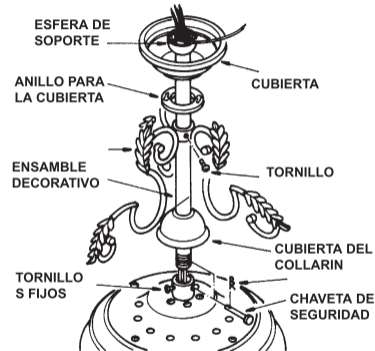

Fig.9
Paso 5. Meta cuidadosamente los alambres del ventilador a través del tubo de montaje. Atornille el tubo de montaje sobre la conexión hasta que los agujeros del tubo de soporte y el collarín queden alineados. Reinstale la chaveta y la chaveta de seguridad. Apriete bien los tornillos fijos. Deslice la cubierta del collarín, ensamble decorativo, anillo para la cubierta, cubierta y la esfera de soporte. Instale el perno y apriete el tornillo fijo de la esfera de soporte. (Fig.9)